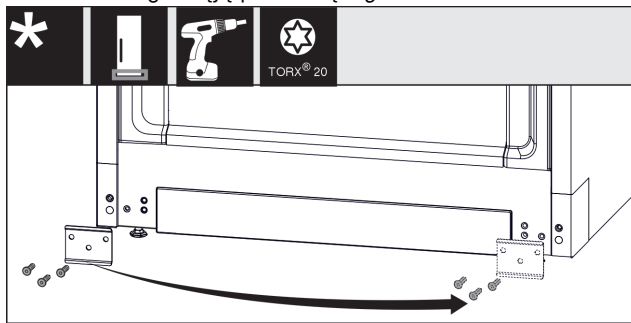

Fig. 15
- ▶ Atsukite skydelį Fig. 15 (1), perkeltkite į kitą pusę ir prisukite vėl.